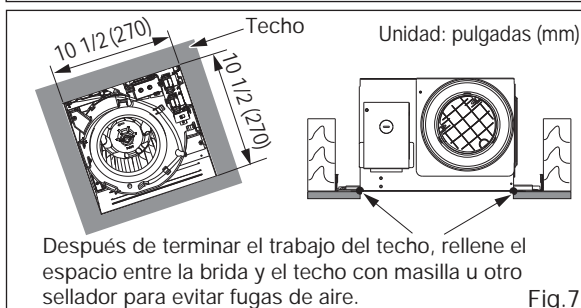

Fig.7
9. Termine el trabajo del techo. El orificio del techo debe quedar alineado con el borde interior de la brida. (Fig. 7)